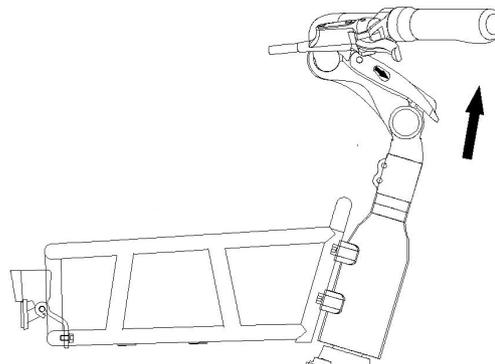

Figura 10.
2. Monte la potencia en la parte superior de la horquilla, luego abra la abrazadera del manillar deslizándola en la dirección de la flecha y levantando el pestillo, como se muestra en la figura 10.